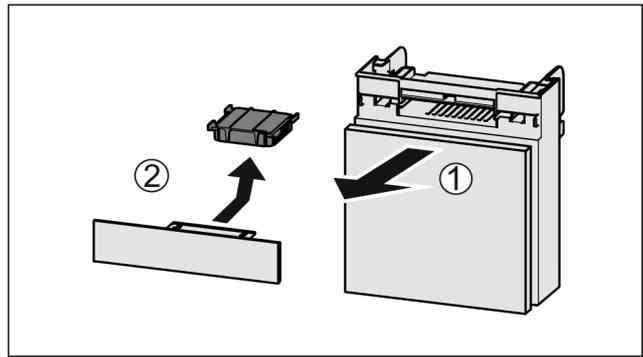

Fig. 171
- ▶ Fach nach vorne herausziehen Fig. 171 (1).
- ▶ Aktivkohlefilter entnehmen Fig. 171 (2).